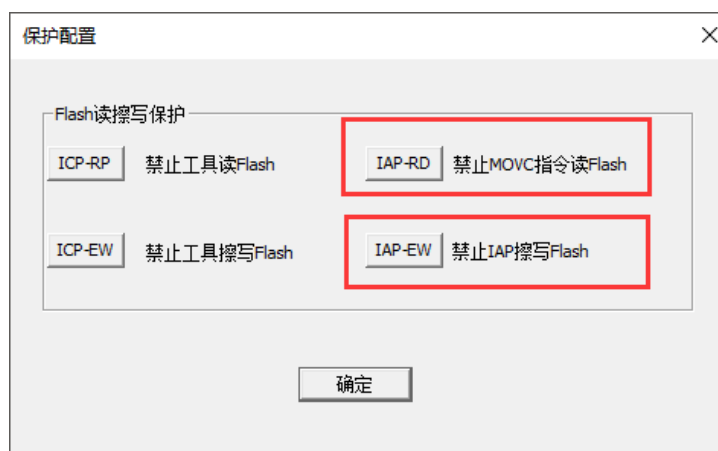

图 2-4
- 4、分别打开 IAP-RD 以及 IAP-EW 选项卡。(如图 2-4)